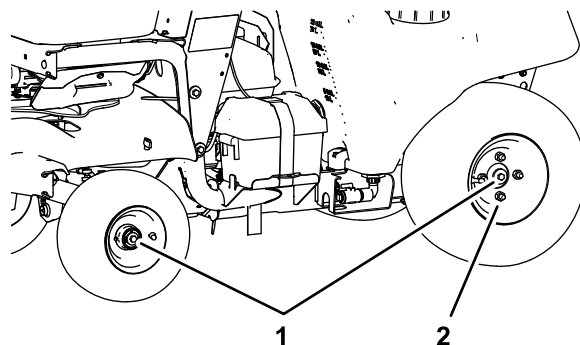

Figura 85
1. Apriete los pernos del eje (Figura 85) de las ruedas delanteras y traseras a 43 – 52 N·m (32 – 38 pies-libra).
2. Usando un patrón alternativo, apriete las 4 tuercas de las ruedas traseras (Figura 85) a 104 – 129 N·m (77 – 95 pies-libra).